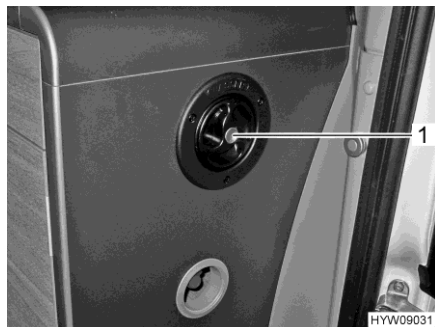

Fig. 69 Bocchettone di riempimento (serbatoio dell'acqua)
- Svitare il coperchio del bocchettone di riempimento (Fig. 69,1).